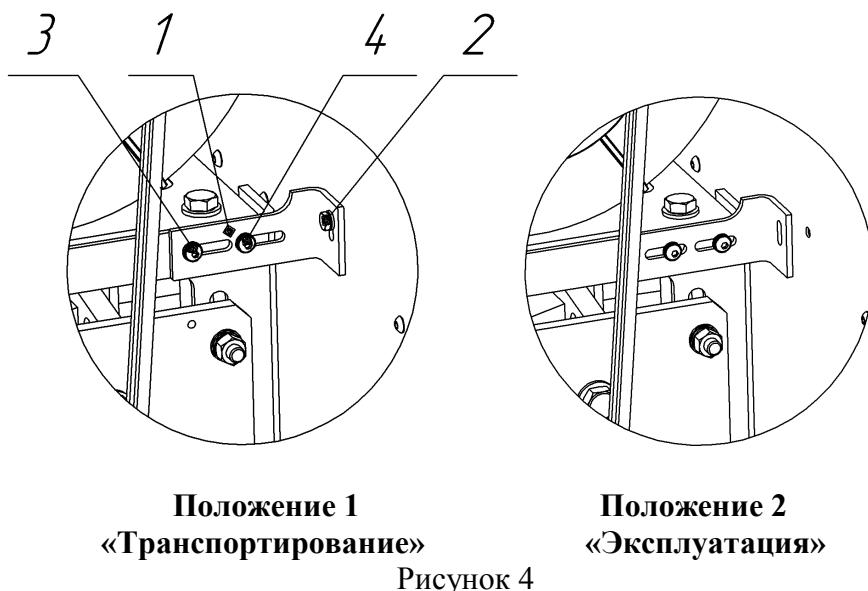

Рисунок 4
- демонтировать транспортировочный кронштейн красного цвета 1 (см. рисунок 4)*.
Примечание: *Транспортировочный кронштейн красного цвета 1 (см. рисунок 4) – это уголок, который соединяет основание, на котором закреплены двигатель и спиральный блок, с внутренней перегородкой. Для того чтобы транспортировочный кронштейн не был потерян, его необходимо:
- закрепить кронштейн к основанию винтами 3,4 (см. рисунок 4, положение 2);